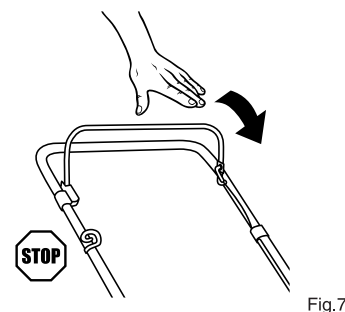

Fig. 7
1. Para detener el motor, suelta la barra de control de freno para detener el motor y la cuchilla. (Fig. 7)